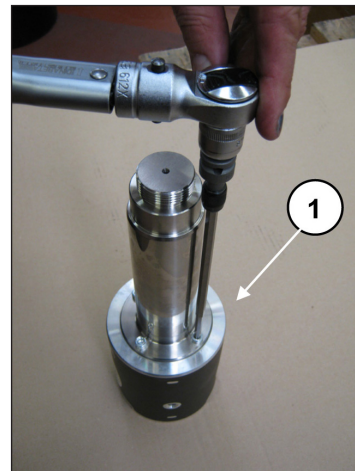

Fig. 37
Para separar a haste da guia do pistão, solte os parafusos do cabeçote cilíndrico M6, mediante a chave especial (pos. ①, Fig. 37).